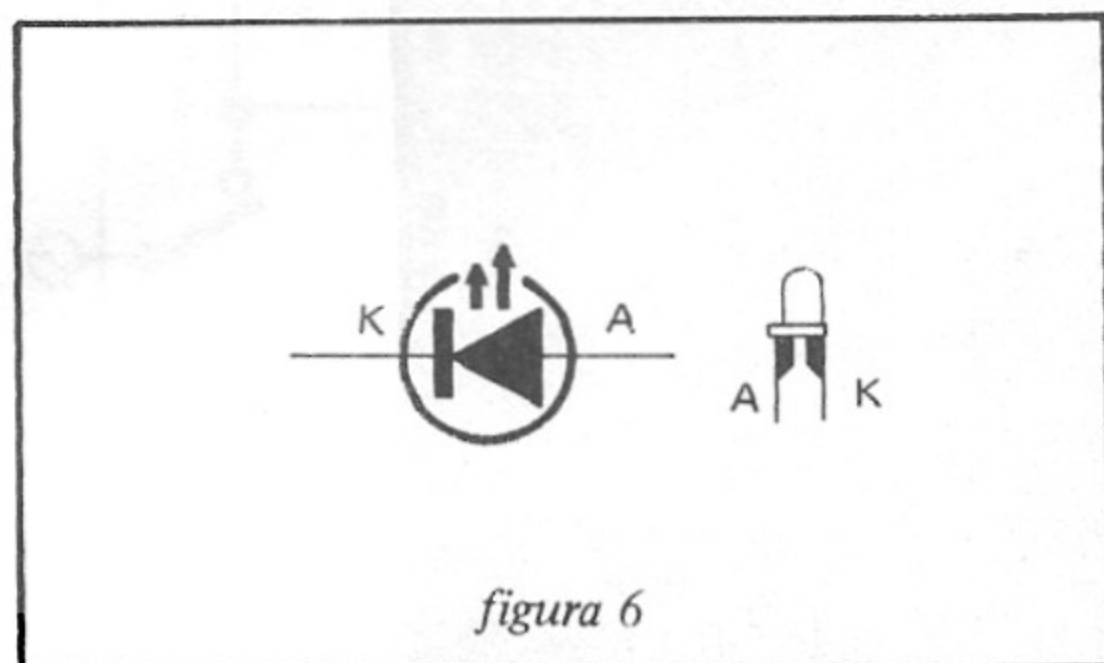

figura 6
d) Solde os leds do circuito, observando bem a sua polaridade que é dada pelo chanfro existente em seu corpo. Damos na figura 6 a identificação do catodo e o símbolo do led.